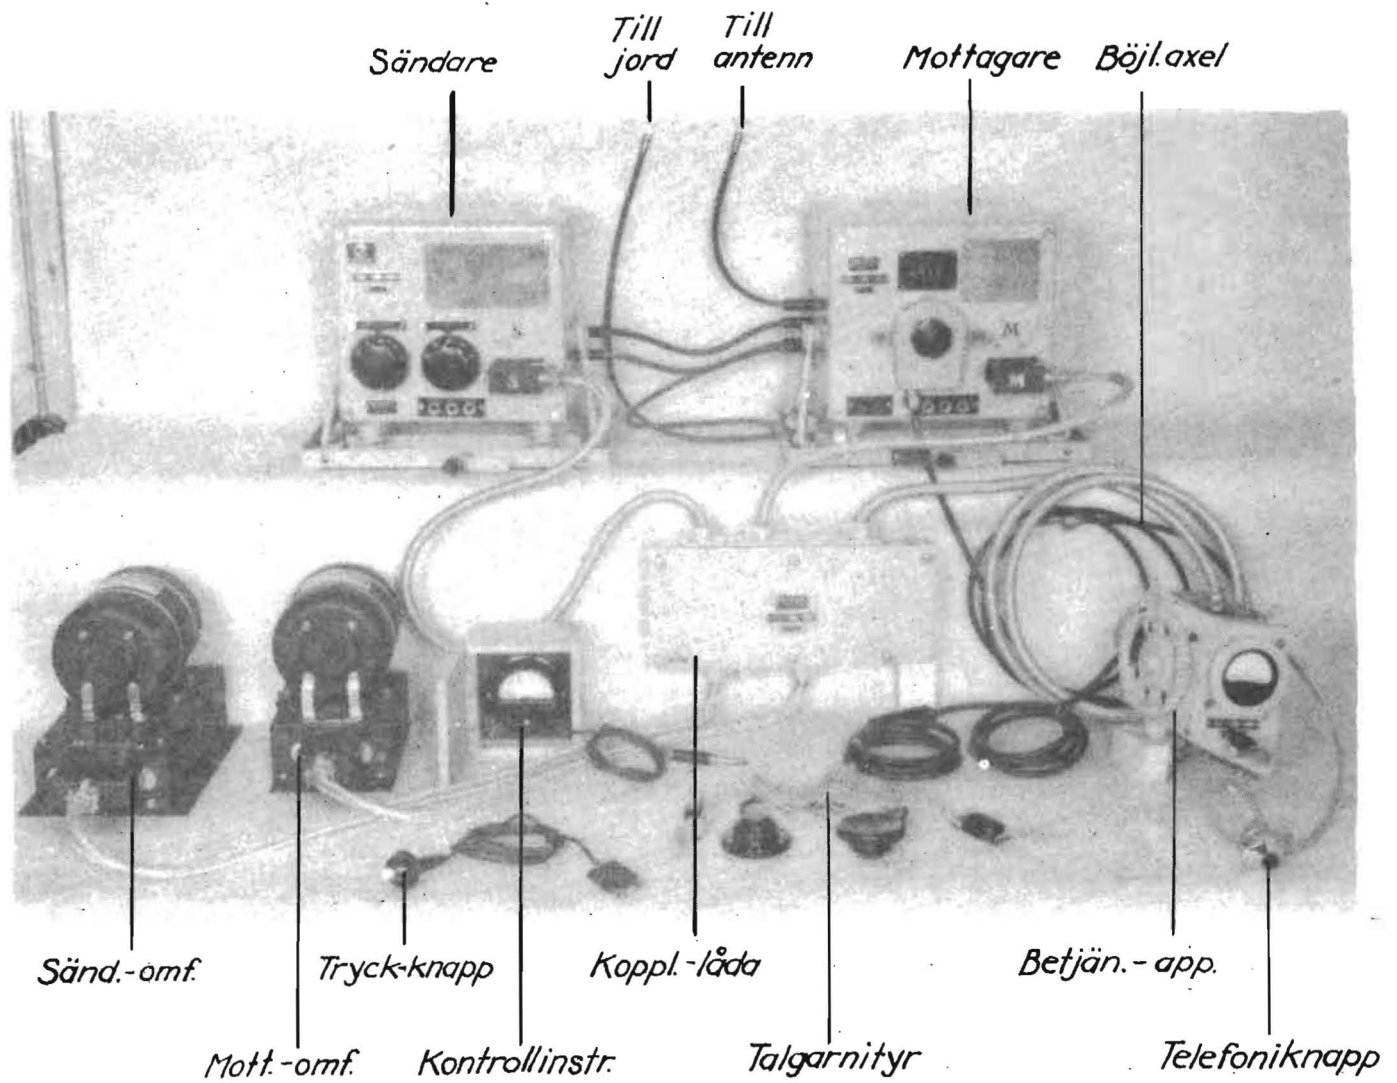

Fig 1. Flygradiostation Fr III
- Fig 1. Flygradiostation Fr III
Flygradiostation Fr III är avsedd för jaktflygplan med 14,5 eller 29 V nätspänning. Stationens utseende framgår av fig 1.